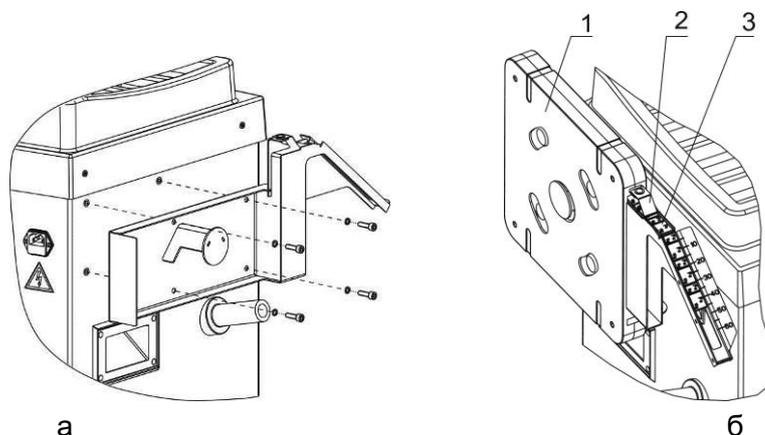

Рисунок 4.4
4.2.8 В случае комплектовании станка устройством подачи ленточных грузов закрепить устройство на корпусе станка четырьмя винтами М6 с шайбами, рисунок 4.4 а.